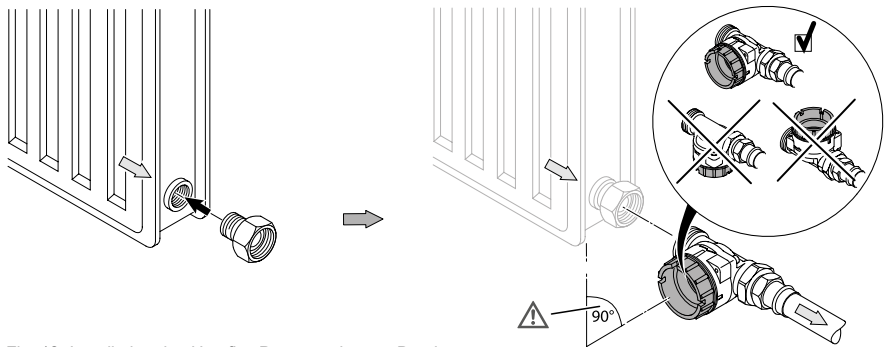

Fig. 13: Installation des Heatfixx Pumpenadapters Durchgang
- Den Einbau des Pumpenadapters aufgrund der Vermeidung von Lufteinschlüssen im Rücklauf vornehmen (Fig. 13). Die Montageschritte des Pumpenadapters im Detail sind der jeweils mitgeltenden Montageanleitung des Adapters zu entnehmen (siehe Kapitel 1.2 "Mitgeltende Unterlagen", S. 8).